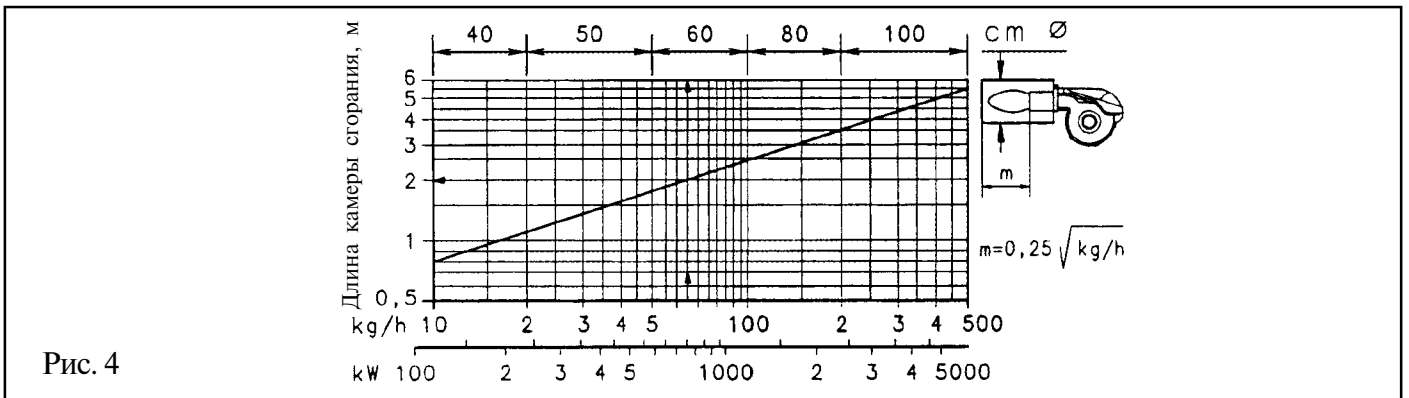

Рис. 4
5. Использование горелки (Рис. 4)